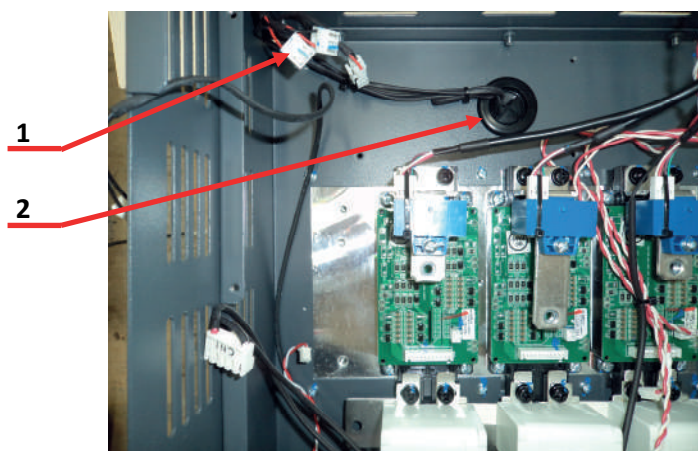

Рис.6.15
6.9.4. Перетащить разъем поз.1, кабеля питания демонтируемого вентилятора, через отверстие проходной втулки поз.2 (рис.6.15).